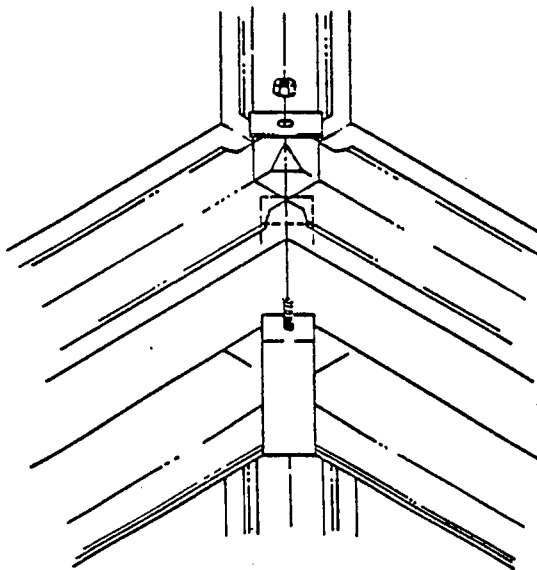

Fig. 3:
- Assembler et fixer ensuite les 2 parties à l'aide de boulons et écrous (fig. 3).